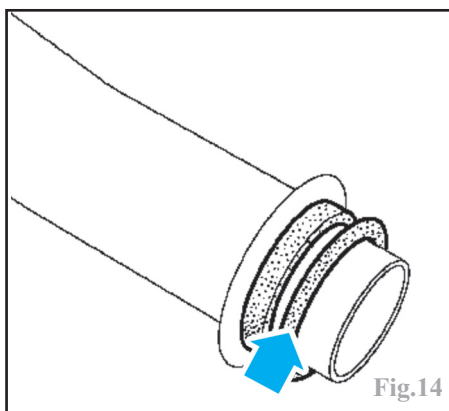

Fig.14
-remplacer impérativement les joints toriques des canalisations du radiateur, coté radiateur (Fig.14).